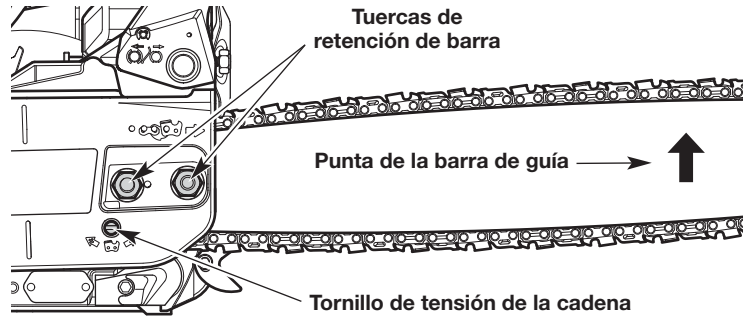

Fig. 26
**NOTA:** Una cadena de sierra nueva tiende a estirarse y necesitará un reajuste luego de unos cinco (5) cortes. Esto es normal durante el período de ablande. El intervalo entre los ajustes futuros se alargará rápidamente.
2. Utilice una herramienta multiuso o una llave de 1/2 pulgada (13 mm) para aflojar levemente las tuercas de retención de la barra (Fig. 26).
3. Sostenga la punta de la barra de guía hacia arriba y con un destornillador de cabeza plana gire el tornillo de tensión de la cadena (Fig. 26).